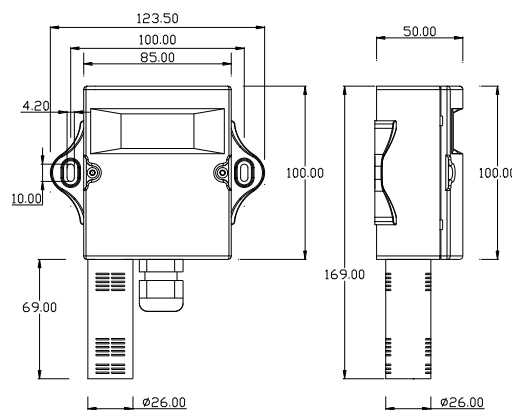

Fig.3
- ◆ Ver en la pantalla LCD el estado normal de trabajo fig3.